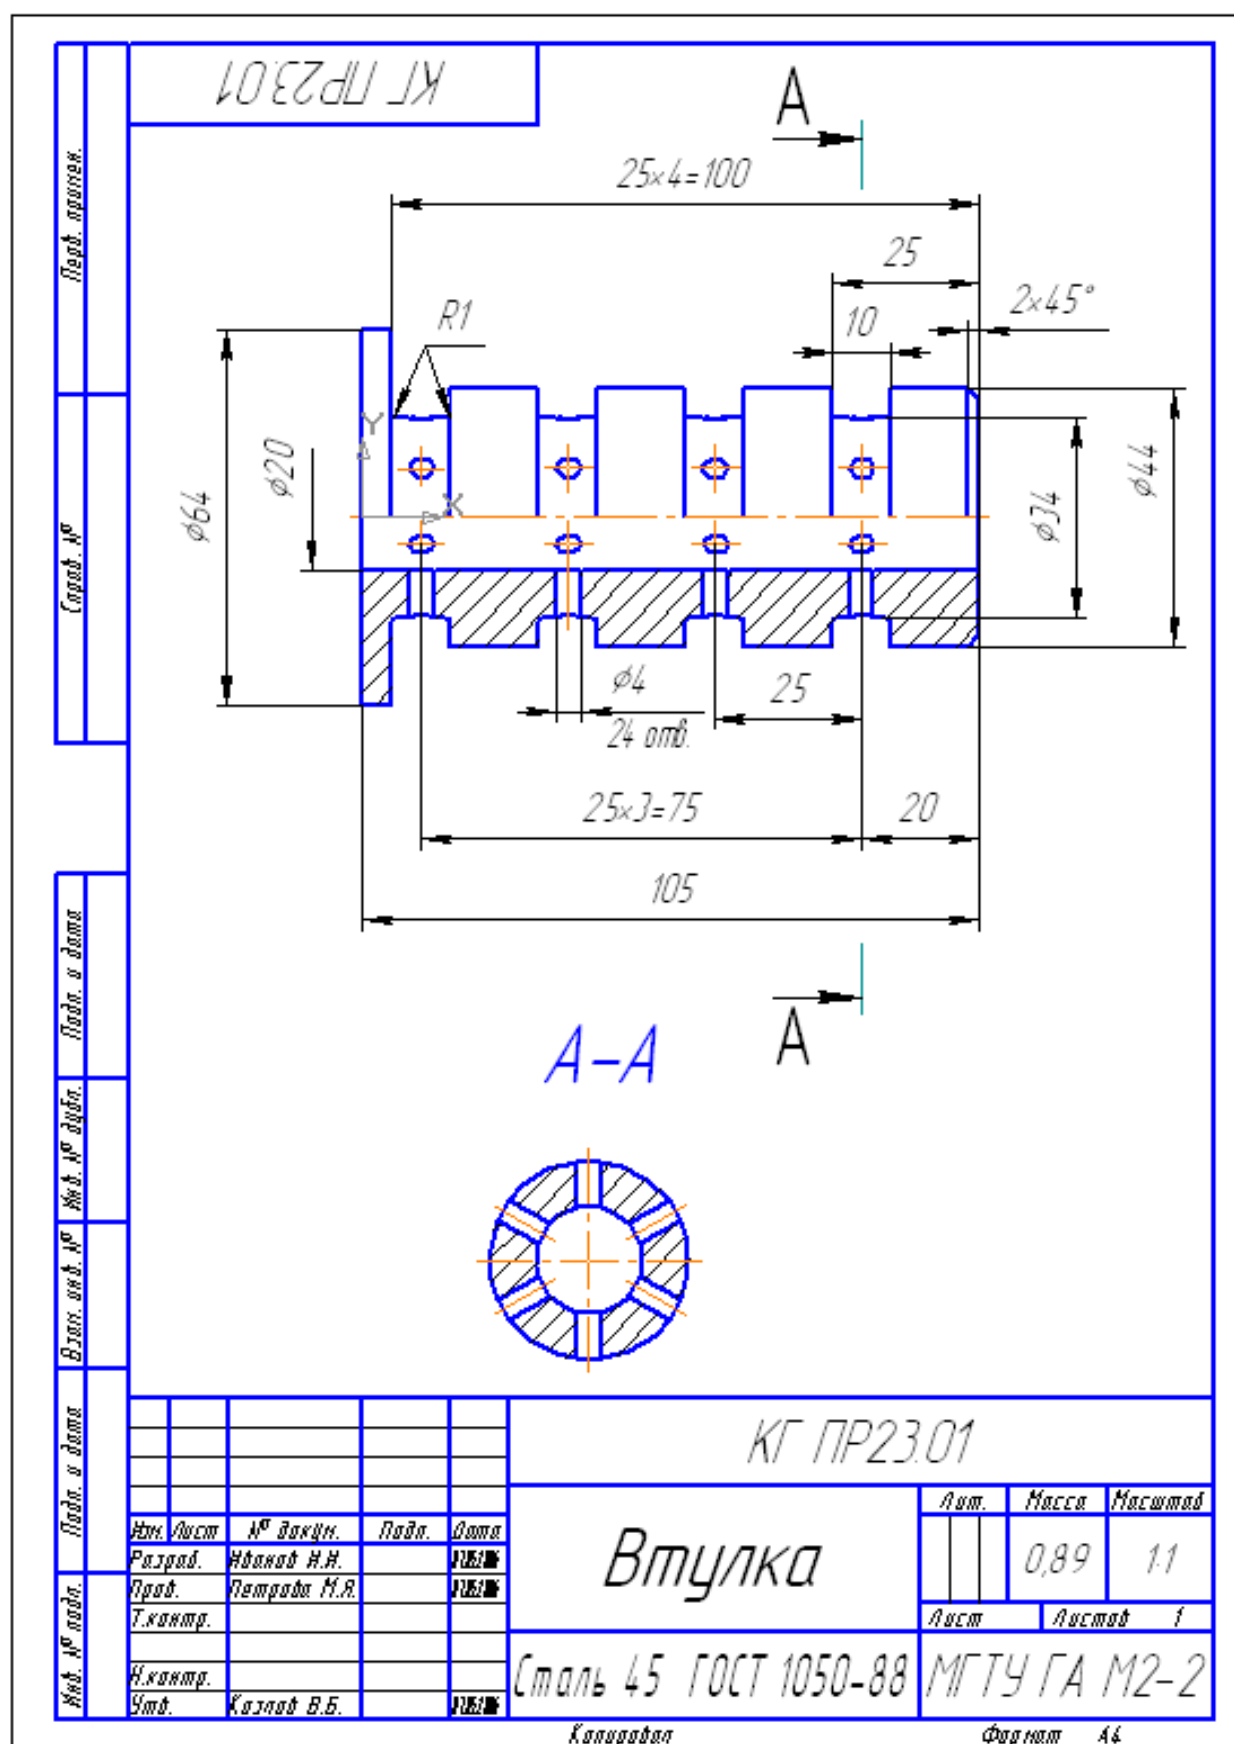

Рис. 108
2. Выполните ассоциативный чертеж, рис. 108:
2.3. Выполните сечение А-А, рис. 108.
- Удалите лишнюю окружность у сечения и выполните осевые линии командой **Автоосевая**  на панели **Обозначение** , рис. 108.